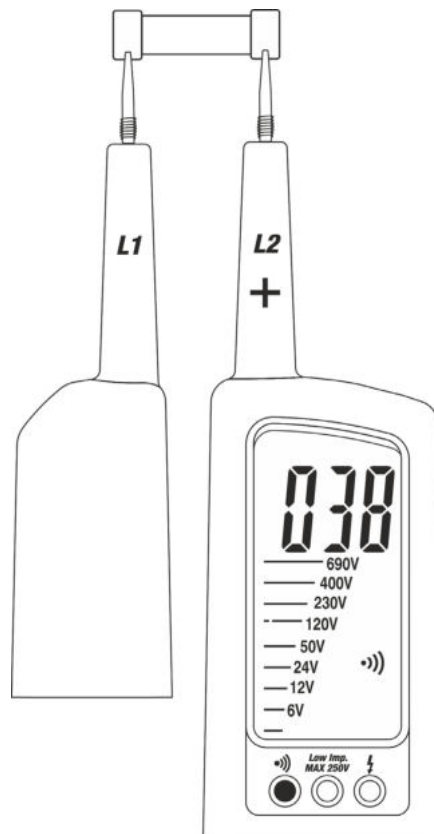

Fig. 7: Test Continuità
2. Collegare i puntali **L1** e il puntale **L2** all'oggetto in prova (vedere Fig.7)